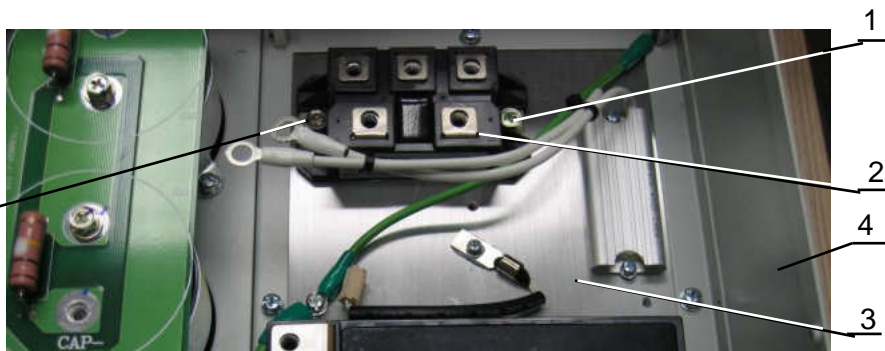

Рис.7.13
7.6.3. Установить на радиатор (3) **диодный мост** (2) и закрепить его двумя винтами (1) (рис.7.13).